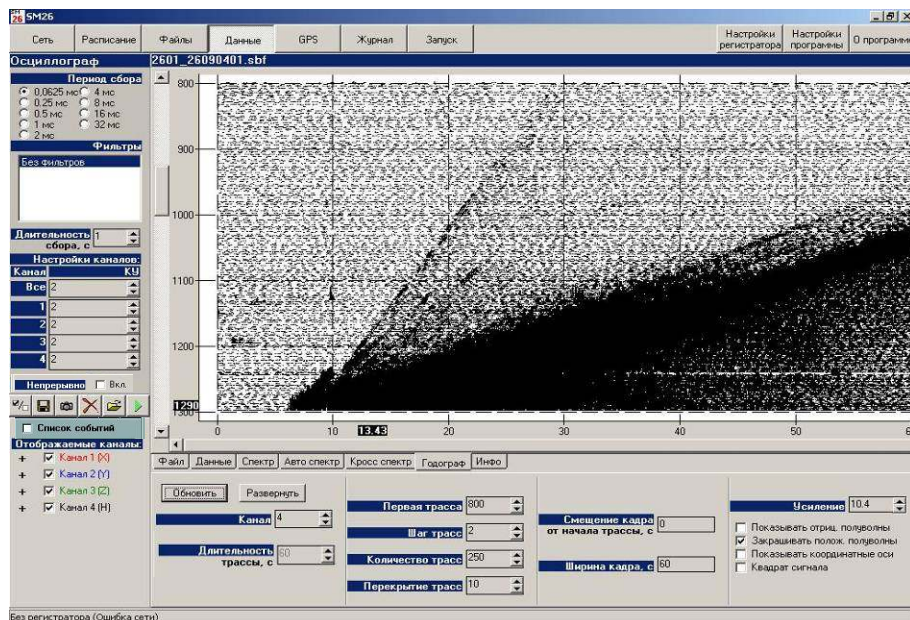

Рисунок 3.13 - Вкладка «Данные - Годограф»
- вкладка **Данные -Годограф** (рисунок 3.13) выводит годограф по выбранному каналу;